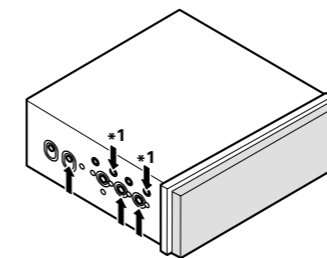
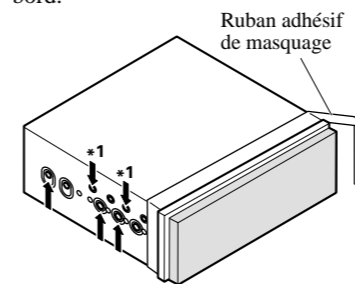
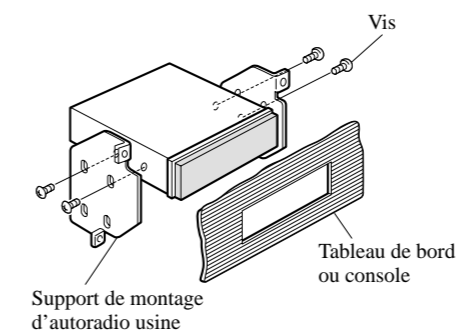

Fig. 13
Fig. 14
Fig. 15
- **Fixation de l'appareil au support de montage d'autoradio pourvu par l'usine. (Fig. 13) (Fig. 14) (Fig. 15)**